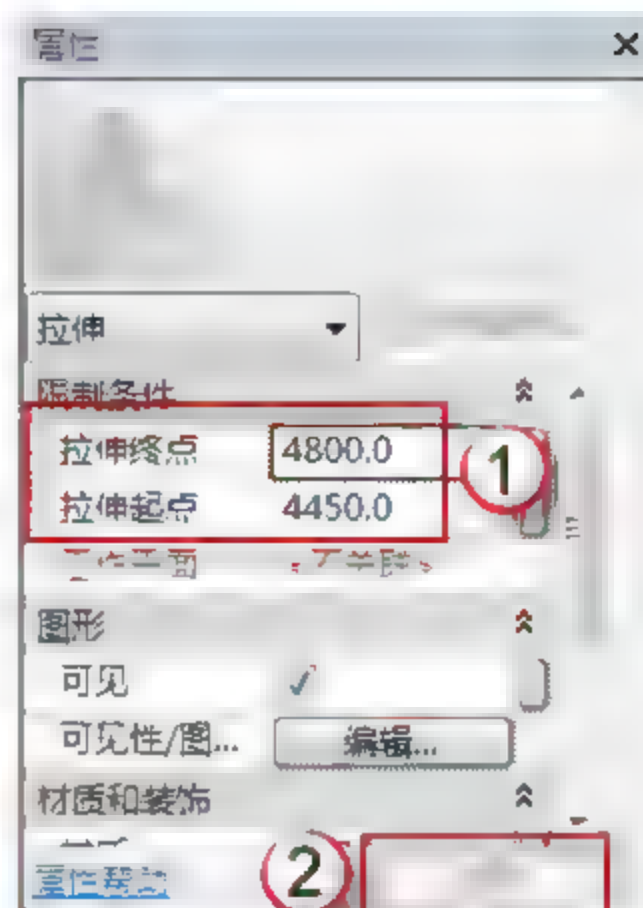

图 12.3.54 调整  $200\text{ mm} \times 200\text{ mm} \times 350\text{ mm}$  柱子的参数
(16) 调整 200 mm×200 mm×350 mm 柱子的参数。在“属性”面板中，将“拉伸起点”改为“4450”，“拉伸终点”改为“4800”，单击“应用”按钮，如图 12.3.54 所示。